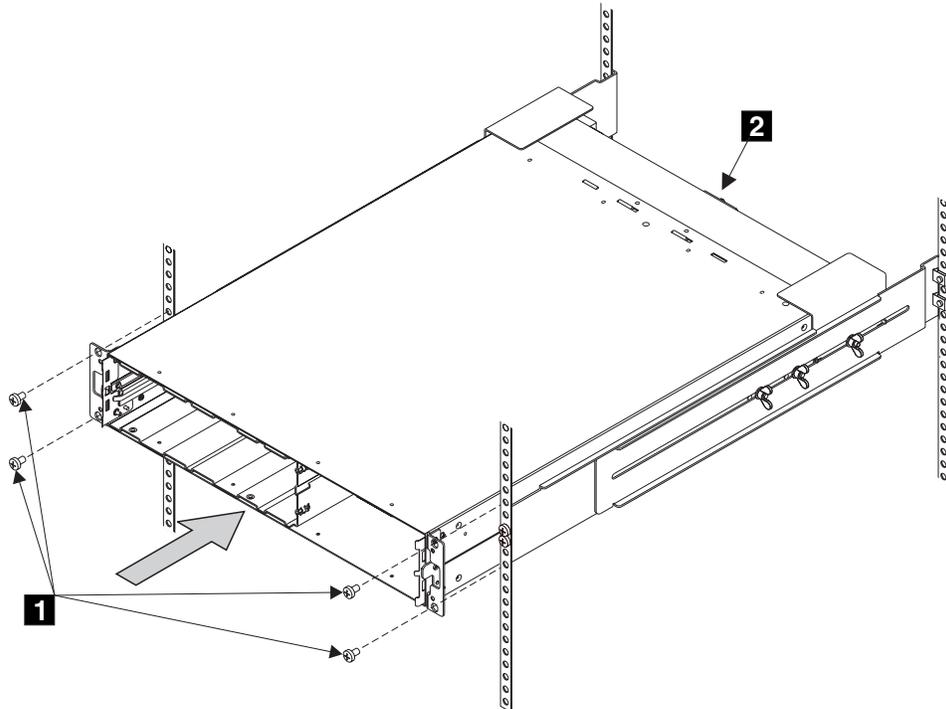

図 121. 無停電電源装置のラックへの取り付け直し
5. 前部の皿頭ねじ **1** を取り付けます (200 ページの図 121 を参照)。